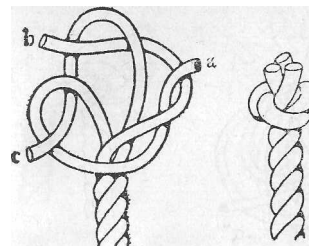

Рис. 71. Простой талрепный кноп.
Простой талрепный кноп. Самый простой кноп на трехпрядном тросе. Его выполнение показано на рис. 71. Трос с конца распускают на пряди достаточной длины.
* Пряди в описываемых кнопах обозначены буквами *a*, *b* и *c* против часовой стрелки для тросов правой свивки (см. рис. 71). Эти буквы в равной степени относятся и к последующим кнопам.
Фалрепный кноп (рис. 75). Это красивый плоский овальный кноп. Название его связано с фалрепами древних времен — канатами, которые служили опорами для рук при пользовании забортными (подвесными) трапами и веревочными лестницами. Начало выполнения кнопа простое. Его основой является простой талрепный кноп (см. рис. 71), над которым